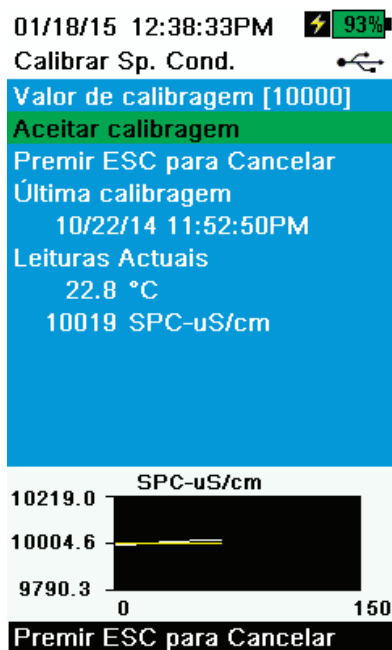

Figura 45 Calibrar condutância específica
8. Observe a estabilidade das leituras de medição actuais (a linha branca do gráfico não apresenta alterações significativas durante 40 segundos) e seleccione **Aceitar Calibração** (Figura 45). "Calibração concluída!" aparece na área de mensagens.